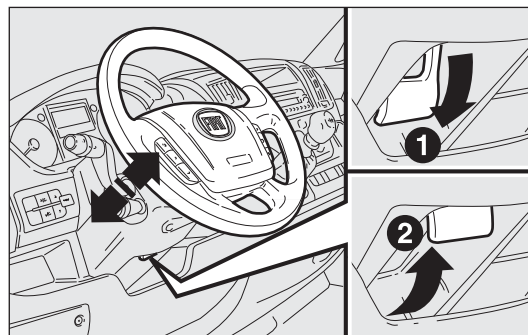

fig. 37
- sbloccare la leva fig. 37 tirandola verso il volante (posizione 2).